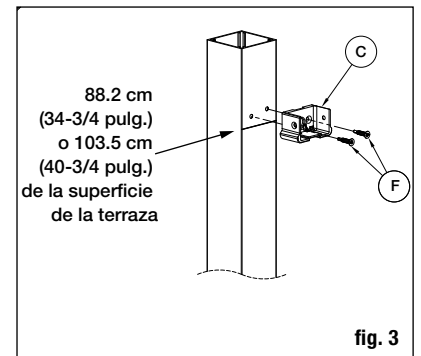

fig. 3
Paso 5: Mida una altura de 88.2 cm (34-3/4 pulg.) (barandal de 91.4 cm (36 pulg.) o 103.5 cm (40-3/4 pulg.) (barandal de 107 cm (42 pulg.)) de la superficie de la terraza y haga una marca en el poste. Coloque la parte inferior de la base del soporte superior (C) sobre la marca, centrada en el poste como se muestra. Marque los lugares de los dos agujeros. Taladre agujeros guía en esos lugares con una broca de 3 mm (1/8 pulg.) Fije la base del soporte con (2) tornillos #10 x 2.5 cm (1 pulg.) (F). Repita con la otra base de soporte en el poste del extremo opuesto (**fig. 3**).